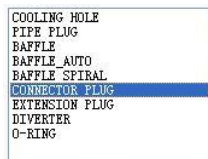
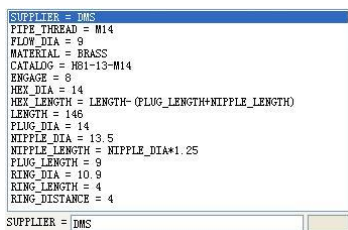

图7-112
图7-113
4. 在【注塑模向导】工具条中单击【冷却】按钮, 弹出【Cooling Component Design】对话框。选择【CONNECTOR PLUG】选项, 如图 7-112 所示, 在【PIPE_THREAD】和【FLOW_DIA】下拉列表中选择【M14】和【9】选项, 然后在【尺寸】选项卡中修改参数, 如图 7-113 所示, 单击 **确定** 按钮创建水嘴, 如图 7-114 所示。